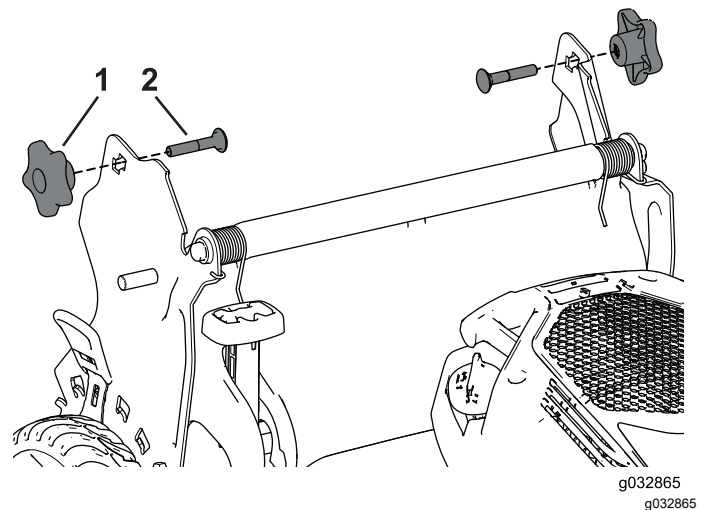

Bild 24
3. Führen Sie die Schlossschraube (mit dem Schraubenkopf nach innen zeigend) durch die Holmhalterung und das obere Loch im Holmende. Stellen Sie sicher, dass jede eckige Schlossschraube richtig in der dazugehörigen oberen oder unteren viereckigen Öffnung der jeweiligen Holmhalterung sitzt (Bild 24).